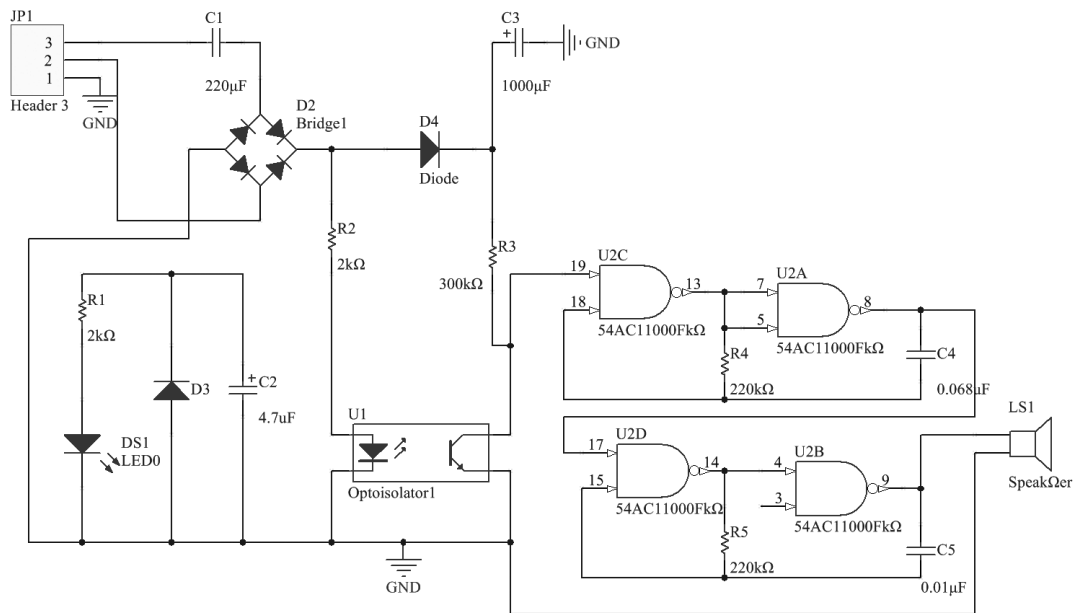

图 16-8 设置元件的属性
(2) 重复上面的操作，编辑所有元件的编号、参数值等属性，完成这一步的原理图如图 16-8 所示。